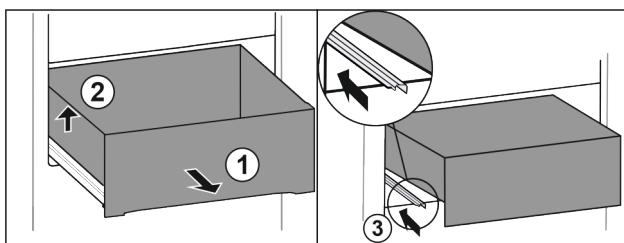

Fig. 113
- Vytiahnite zásuvku až na doraz. Fig. 113 (1)
- Nadvihnite zásuvku doľava. Fig. 113 (2)
- Zasuňte ľavú koľajničku. Fig. 113 (3)